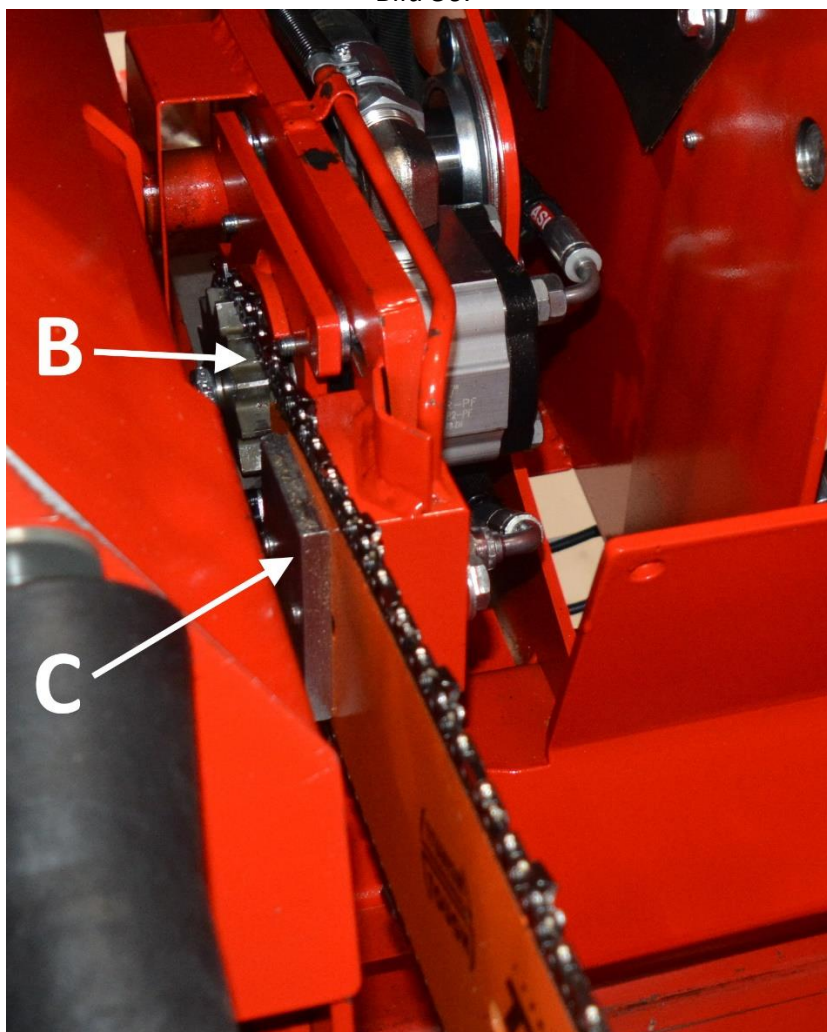

Bild 31.
3. Lösgör svärdets fästplatta C (bild 31) och lossa svärdet från spåret.
4. Lossa fogen genom att dra ut vajer A (bild 31), exempelvis med tång.